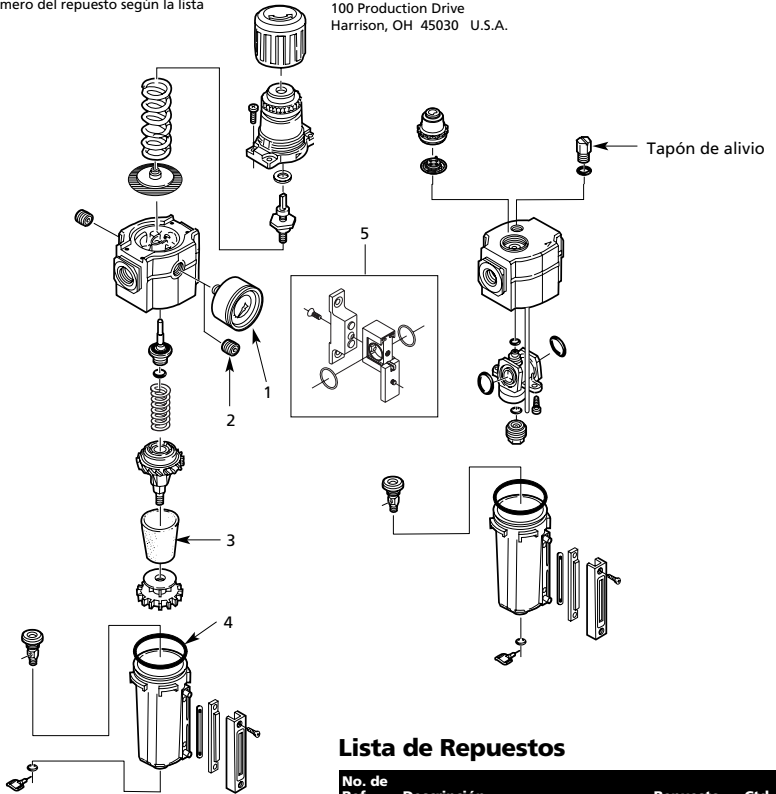

Figura 2
- El lubricador se puede llenar de aceite con el sistema bajo presión. **Lentamente** desconecte el tapón para liberar la presión de aire (Vea la Figura 2). Después de haber sacado el tapón, podrá desconectar el envase. Vierta el aceite en el envase y re-instálelo. **Vuelva a colocar el tapón de alivio antes de seguir trabajando.** No le coloque el tapón antes de instalar el envase.